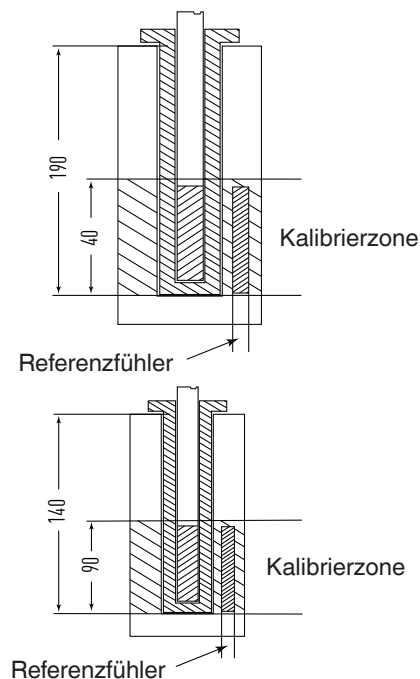

Abbildung 3
- Beiden Temperaturfühler müssen möglichst nah zusammenkommen (siehe Abbildung 3).